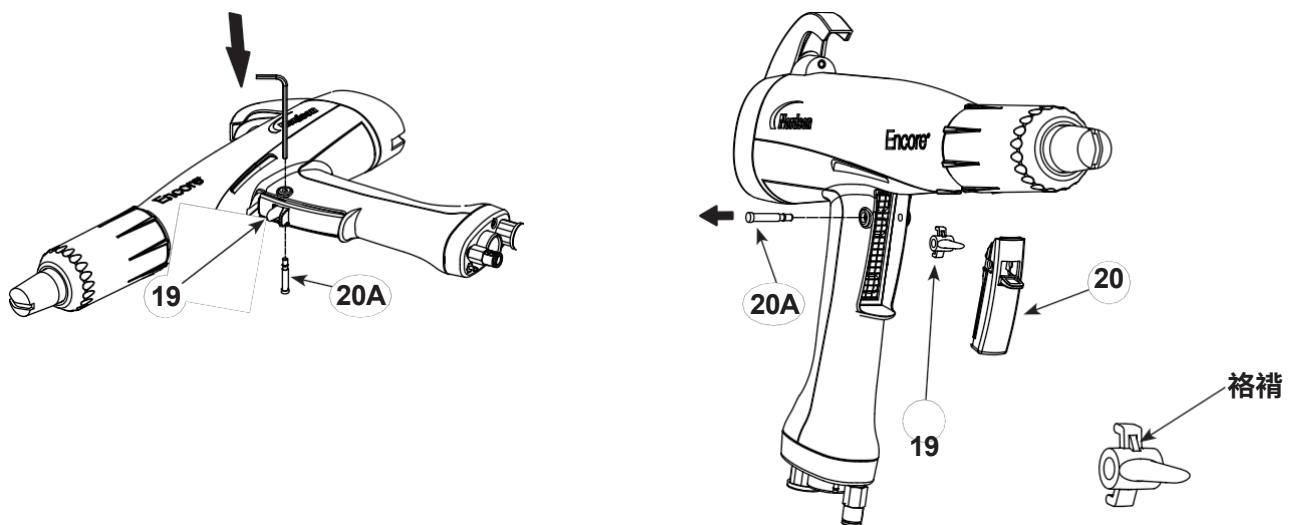

图 17 从手柄上拆下 轴和扳机
3. 见图 17。将喷枪放在坚固的表面上，使喷枪的小直径端头与喷嘴的大直径端头相接。触发轴 (20A) 朝上。
5. 从手柄上卸下喷扳机 (20)、致动器和清洗扳机 (19)。